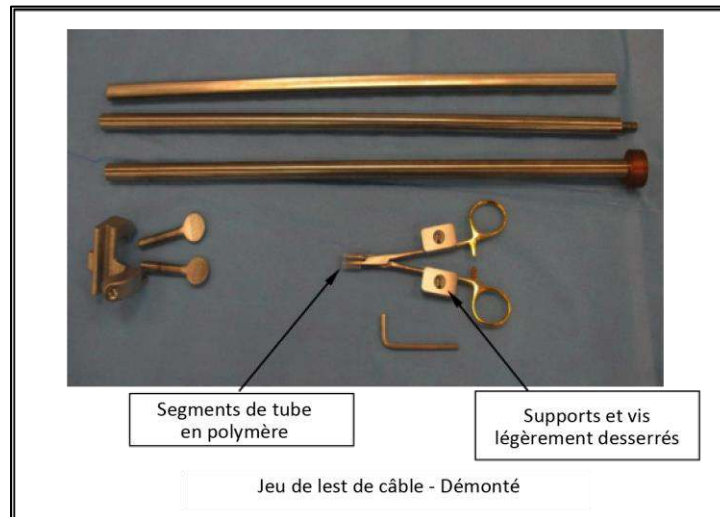

Figure 24. Composants du jeu de réglettes et de lest.
- Utiliser une clé hexagonale pour légèrement desserrer les vis sur la pince hémostatique afin de desserrer les supports sans procéder à un démontage complet. Laisser les embouts en place comme indiqué dans la **Figure 24** ci-dessous.